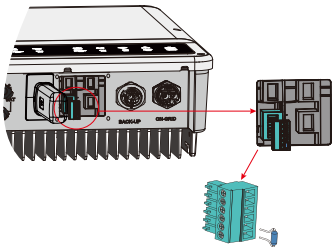

Fig. 29
1. Scollegare il terminale a 6 pin e smontare il resistore presente su di esso (Fig. 29).